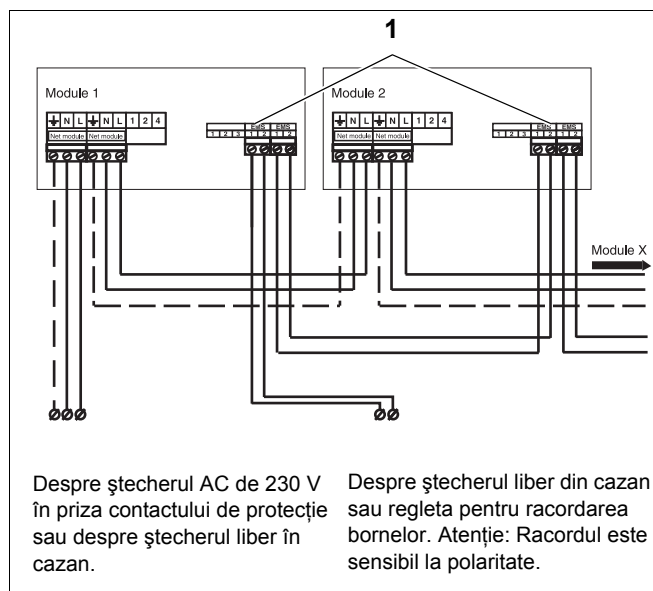
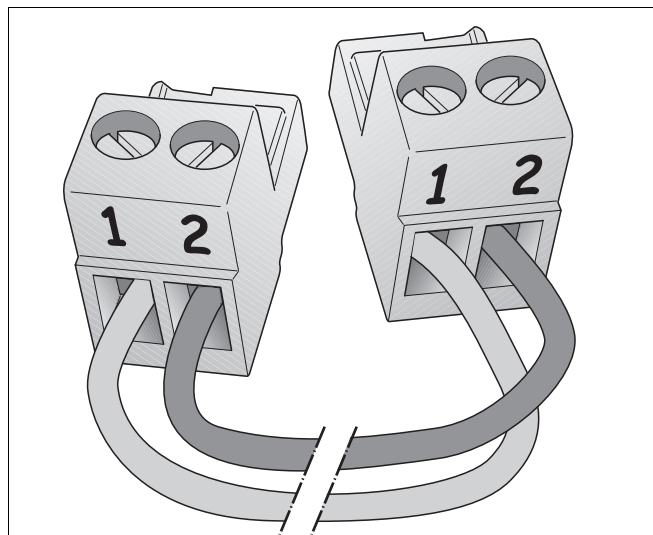
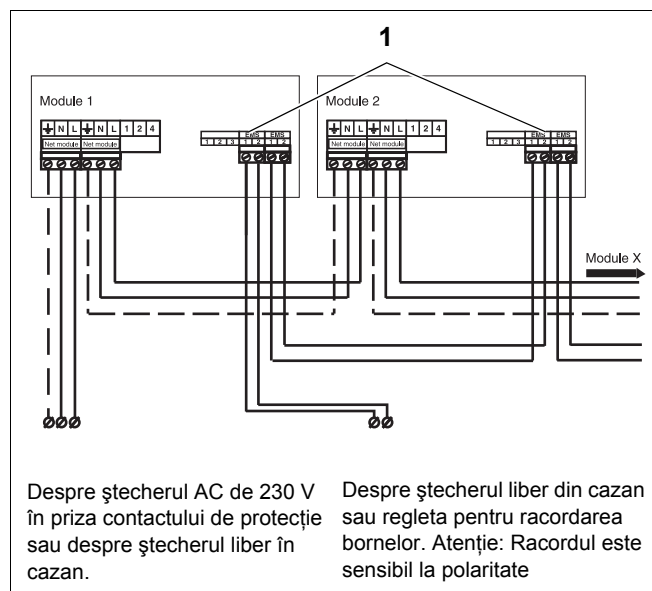

Fig. 49 Racordați mai multe module
Fig. 50 Polaritate EMS-Bus
Fig. 52 Racordați mai multe module
- Racordați cablul de rețea AC de 230 V al primului modul la următorul modul (fig. 49).
În cazul modulului se poate să se afle deasupra racordului literele RC sau EMS (fig. 49, poz. 1).
- Când sunt folosite mai multe module racordul EMS-Bus al celui de-al doilea modul poate fi despărțit de primul modul. Pentru aceasta folosiți cablul livrat împreună cu modulul (fig. 49 și 50).
- Racordați cablurile de la borna 1 la borna 1 și de la borna 2 la borna 2 (fig. 49 și fig. 50).
- Racordați cablurile de la borna 1 la borna 1 și de la borna 2 la borna 2 (fig. 50 și fig. 52).
- Racordați cealaltă parte a cablului de racord de la EMS-Bus la primul modul (fig. 52).
- Racordați cablul de racord EMS-Bus al primului modul la următorul modul (fig. 52).
- Racordați cablul de rețea AC de 230 V la modul (fig. 52). Când sunt folosite mai multe module, alimentarea AC de 230 V al următorului modul poate să fie despărțită de modulul anterior cu ajutorul ștecherului livrat împreună cu modulul și al unui cablu de curent electric cu trei poli de $0,75 \text{ mm}^2$ cu cablu de protecție.
- Racordați cablul AC de alimentare de 230 V al modulului anterior la următorul modul (fig. 52).